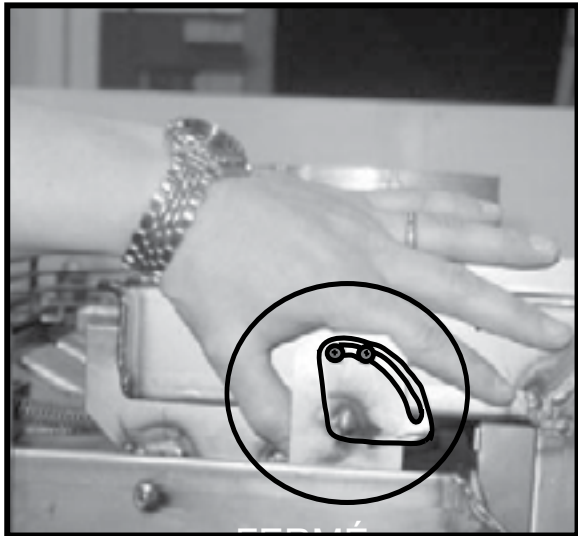

Figure 8.24 Ouvrez le panneau du côté droit pour accéder à l'ajustement du volet d'aération.
**Figure 8.24** - Placez des morceaux individuels de braises devant et autour des bûches de gaz où ils peuvent être vus. Espacez-les de sorte que le gaz peut les contacter de tous les côtés. Évitez d'empiler les braises les unes sur les autres.